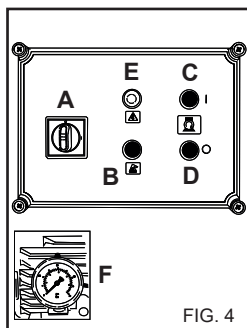

FIG. 4
- 4) Presione el Pulsador C) de Arranque (Fig. 4).